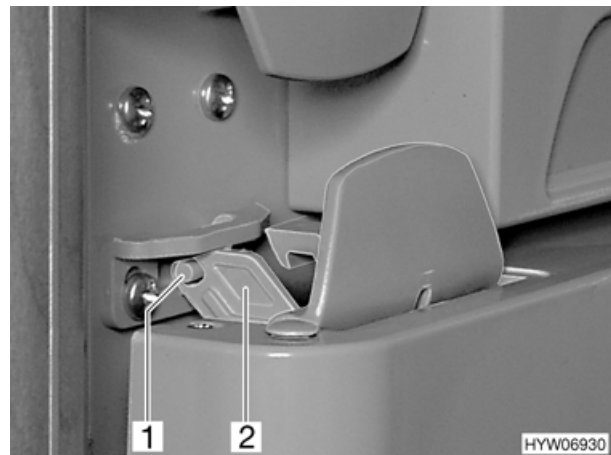

Bild 96 Kühlschranktür in Lüftungsstellung (Variante 2)
- Verriegelung (Bild 96,2) aufklappen und am Stift (Bild 96,1) einrasten. Die Kühlschranktür bleibt damit leicht geöffnet.